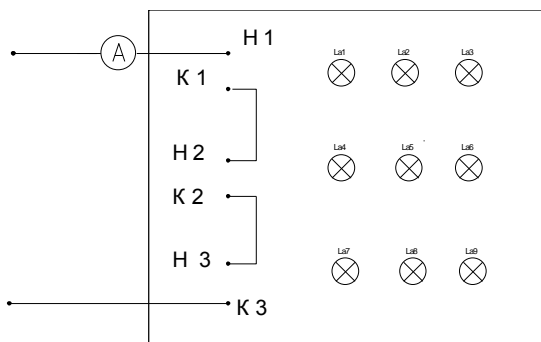

Рисунок 1. Схема последовательного соединения приёмников
1. Ознакомиться со схемой (рис.1) последовательного соединения и проверить правильность соединения.